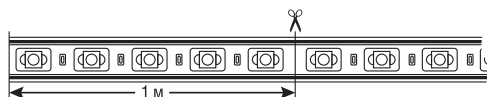
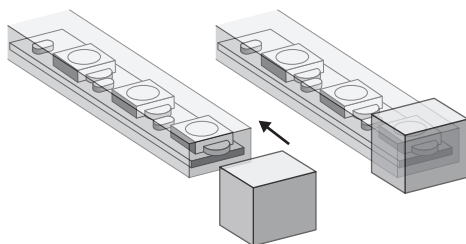

Рис. 2. Разрезание светодиодной ленты
Рис. 3. Установка заглушки на светодиодную ленту
- **Разрезание светодиодной ленты на участки.** Светодиодную ленту NLS-2835(180/М)-IP67-220V можно разрезать на участки, кратные одному сегменту, длина которого равна 1 м. Разрез необходимо производить строго посередине участка, соединяющего смежные сегменты, см. Рис.2. В месте разреза ленты пропущен сегмент гибкой печатной платы. На окончания участков светодиодной ленты, к которым не планируется производить какие-либо подключения, необходимо установить заглушки NLSC-cup-2835(180/М)-220 (в комплект не входит). Рис. 3. **Внимание!** При установке заглушки необходимо использовать герметик, чтобы обеспечить должную герметичность в месте соединения.